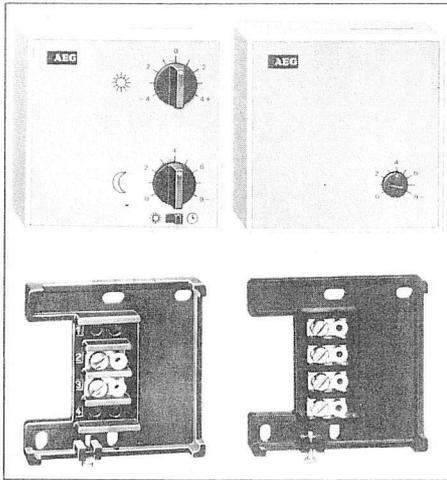
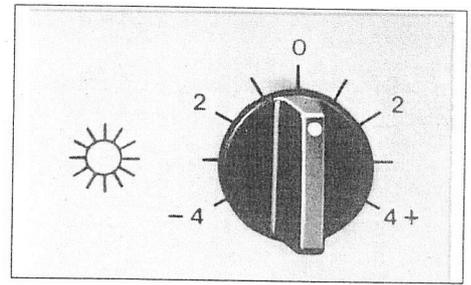
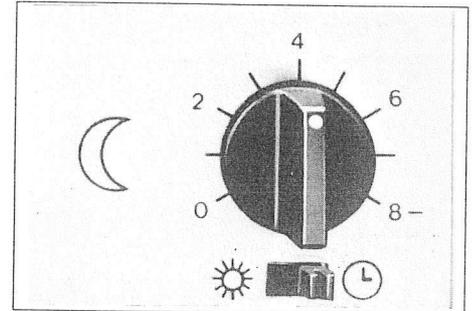

Bild 10 Fernbedienung FB4/FBN, Raumfühler RFS3/RFN
Bild 12 Stellknopf Sonne
Bild 12a Stellknopf Mond mit Partyschalter
3.4 Fernbedienung FB4 (Bild 10)
3.5 Fernbedienung FBN, Raumfühler RFS3/RFN (Bild 10)
4.2.1 Fernbedienung FB4 (Bild 10) Stellknopf SONNE (Bild 12)
Stellknopf MOND (Bild 12a)
4.2.2 Fernbedienung FBN (Bild 10) Stellknopf SONNE (Bild 12) wie 4.2.1 Stellknopf MOND (Bild 12a)
4.2.3 Raumfühler RFS3 (Bild 10)
Stellknopf SONNE (Bild 12)
4.2.4 Raumfühler RFN (Bild 10)